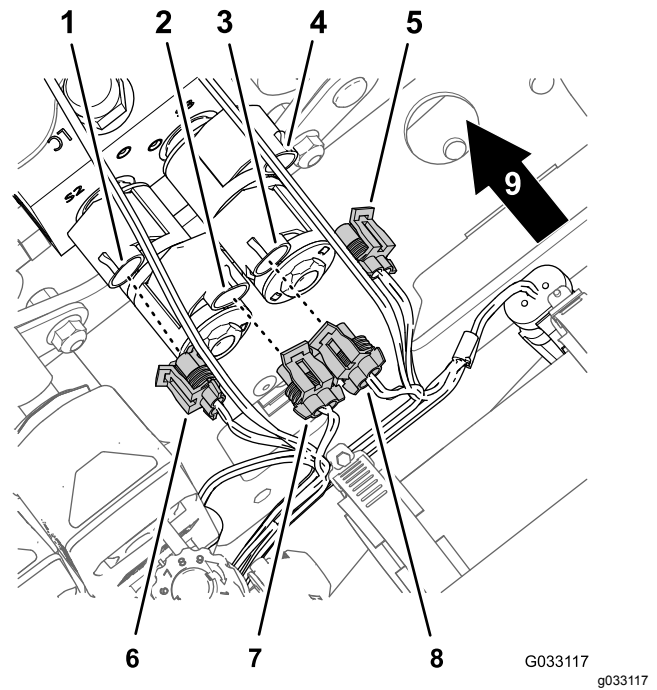

图 32
3. 从提升油缸阀箱螺线圈的 2 针接头中断开超声波喷洒臂完成套件图 32 线束的 2 插槽接头如下所示